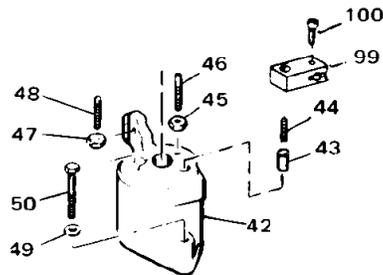

Figura 3-3. Vista Detalhada do Cilindro de Regulação de Velocidade
4. Inicialmente, posicione o parafuso de pressão de paragem do pistão de regulação de velocidade (48, Figura 3-3) de modo a ser projetado em 1/2 polegada acima da parte superior do cilindro de regulação de velocidade.
Certifique-se de que o parafuso de ajuste da válvula limitadora de velocidade máxima (44, Figura 3-3) da haste do pistão de regulação de velocidade não entra em contacto e desaloja prematuramente a válvula de retenção limitadora (43) na parte superior do cilindro de regulação de velocidade.
8. Ajuste a pressão do ar de controlo para o valor máximo. Deixe estabilizar a velocidade do propulsor principal. Rode o parafuso de ajuste da válvula limitadora (44, Figura 3-3) no sentido horário até que a velocidade do propulsor principal comece a diminuir; em seguida, recue 1/4 a 1/2 volta e bloqueie a posição. Isso impedirá ou limitará a sobrevelocidade acidental do propulsor principal, caso por algum motivo o pistão de regulação de velocidade seja movido para além da posição de alta velocidade.
10. Rode o parafuso de pressão de paragem do pistão (48, Figura 3-3) no sentido horário até entrar em contacto com a parte superior do pistão de regulação de velocidade; em seguida, recue três voltas completas (2,4 mm / 3/32 pol.) e bloqueie a posição.